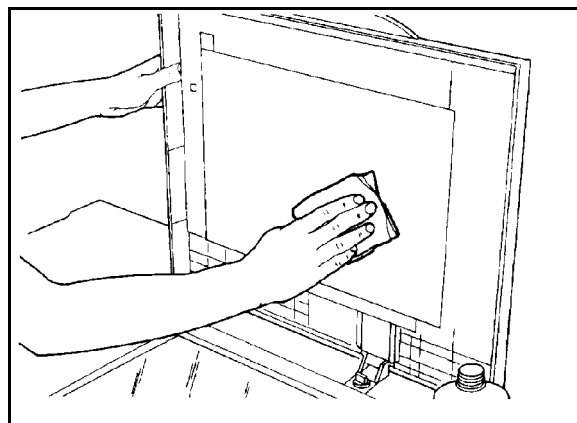

Figure 4 : Nettoyage du chargeur (cache-document)
- 3 Essuyez la partie inférieure du cache-document jusqu'à ce qu'il soit propre et sec (voir la figure 4).